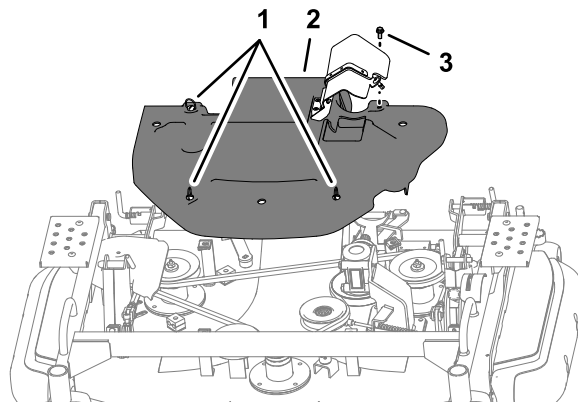

Figure 116
1. Tournez les 3 fixations quart-de-tout dans le sens antihoraire (Figure 116).
1. Alignez les fixations quart-de-tour du protège-courroie sur les écrous à clip du plateau de coupe ; voir Figure 116 sous Dépose du protège-courroie \(page 83\).
3. Vissez le boulon du protège-courroie dans l'écrou à clip du plateau de coupe ; voir Figure 116 sous Dépose du protège-courroie \(page 83\).